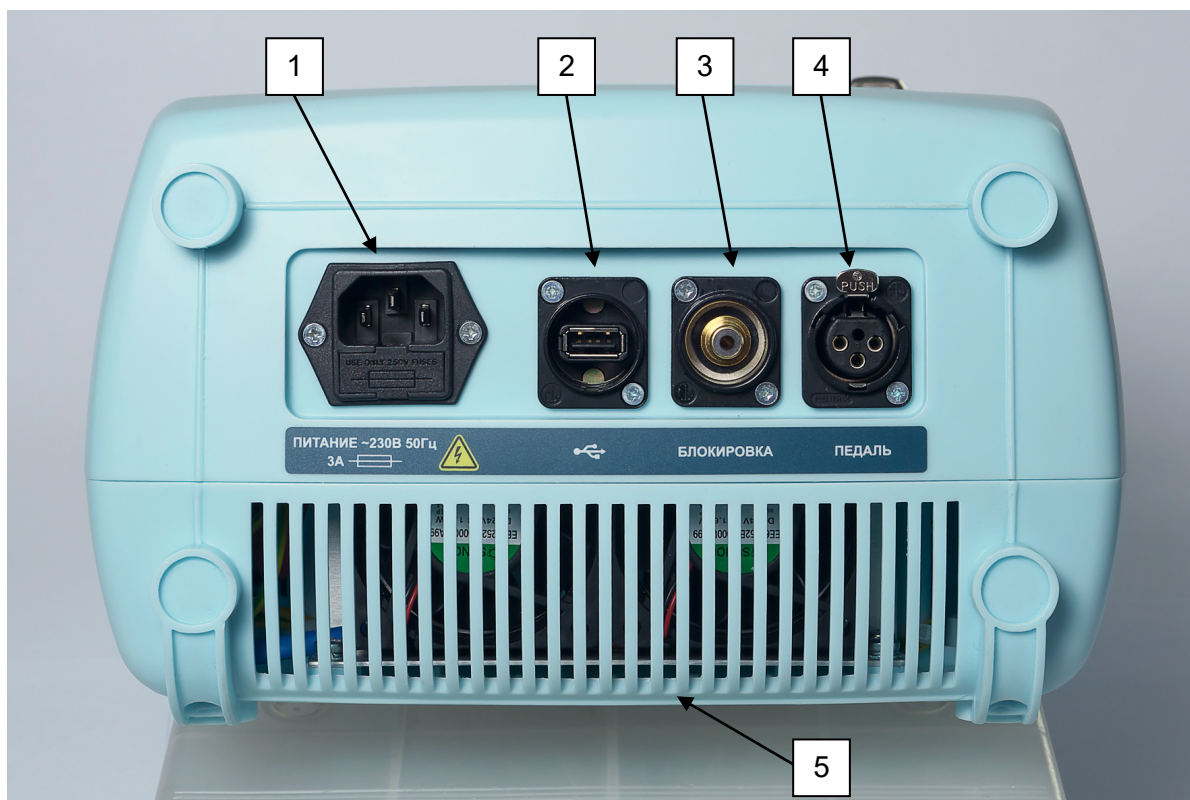

Рисунок 5 – Блок генерации лазерного излучения «МЕДИОЛА–КОМПАКТ». Вид сзади
На задней стенке корпуса (рисунок 5) размещены:
2.2.2 Подключить к разъемам на задней панели блока генерации лазерного излучения (рисунок 5):